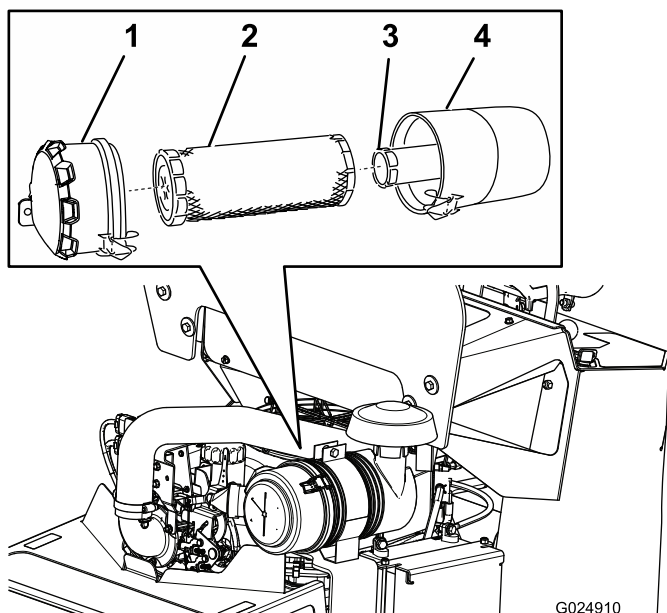

Figure 29
3. Déverrouillez le filtre à air et détachez le couvercle du boîtier du filtre (Figure 29).
5. Sortez le préfiltre du boîtier du filtre avec précaution (Figure 29).
2. Si vous remplacez l'élément intérieur, insérez-le avec précaution dans le corps du filtre (Figure 29).
3. Placez ensuite l'élément principal sur l'élément intérieur avec précaution (Figure 29).
4. Glissez le couvercle sur le corps du filtre à air et verrouillez-le en place (Figure 29).